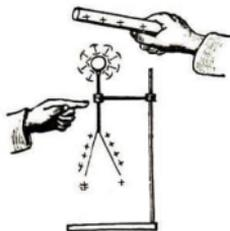

Abb. 306
2. Schülerübung am Elektroskop (Abb. 306).